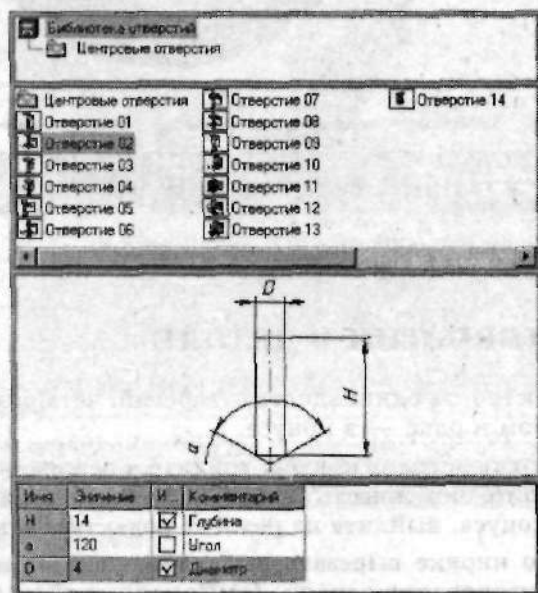

Рис. 2.111. Выберите тип создаваемого отверстия
3. В системе КОМПАС имеется библиотека стандартных отверстий, которые часто применяются. Воспользуемся такой возможностью и построим отверстия с ее помощью. Выделите грань, на которой должно располагаться отверстие, и щелкните по кнопке **Отверстие**, расположенное на панели инструментов **Редактирование детали**, появится диалоговое окно **Библиотеки отверстий** (рис. 2.111).